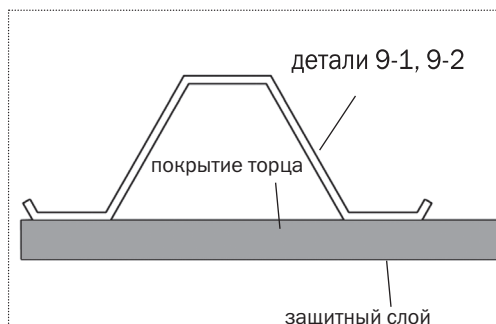
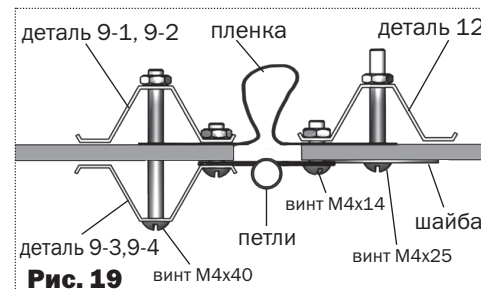
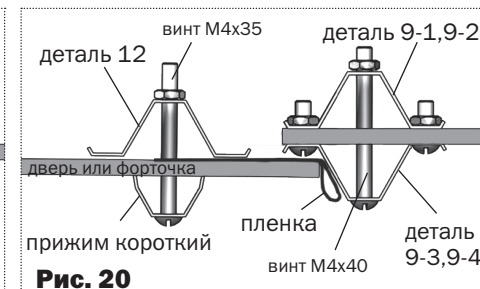
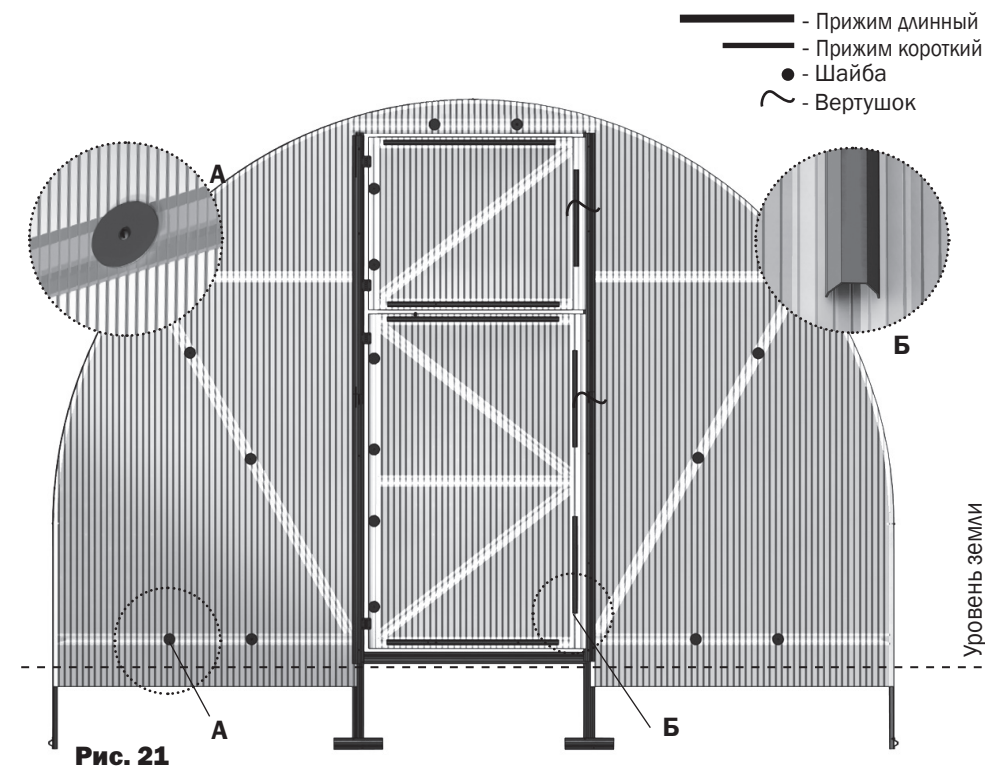

Рис.15
Рис.19
Рис.20
Рис.21
2. Установите боковые куски покрытия торца в соответствии с **рис.15**. Придерживая кусок покрытия, закрепите его винтами с шайбами по деталям **11** и **8** (**рис.21**). Отверстия для винтов выполняются сверлом диаметром 4 мм изнутри теплицы через готовые отверстия в деталях каркаса.
3. Состыкуйте детали **9-3** и **9-4** (**рис.16**) и установите их в соответствии с **рис.17** и **рис.20**, оставляя отверстия под вертушки. Вырежьте куски покрытия для установки над дверными проемами и установите их, закрепив шайбами (**рис.21**)
5. Закрепите куски покрытия на форточках и двери по стороне навеса петлей шайбами, а по другим сторонам - прижимами (**рис.21**), предварительно закрыв соты (оклеив их скотчем). По сторонам, противоположным петлям покрытие должно выступать за каркас на 15 мм (**рис.20**)
6. Щели в дверном проеме закрываются полиэтиленовой пленкой или изоляном (**рис.19**). Для уплотнения дверей в закрытом состоянии сделайте манжеты из полос пленки или изолона (**рис.20**).
7. Шайбы и прижимы на торце устанавливаются в соответствии с **рис.21**.